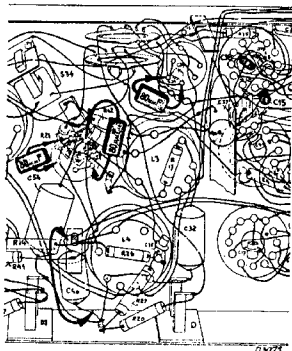

Fig. 2
3. Automatische volumeregeling uitschakelen door C40 kort te sluiten. (Zie fig. 2).
6. 3e M.F.-kring verstemmen door een condensator van $80 \mu\text{F}$ parallel te schakelen aan S27 + S28 (fig. 2).
8. 4e M.F.-kring verstemmen door een condensator van $80 \mu\text{F}$ parallel te schakelen aan S29 + S30 (fig. 2).
10. 1e M.F.-kring verstemmen door een condensator van $80 \mu\text{F}$ parallel te schakelen aan S24 (fig. 2).
13. C15 trimmen op maximale output (zie fig. 2).
11. C16 trimmen op maximale output (zie fig. 2).